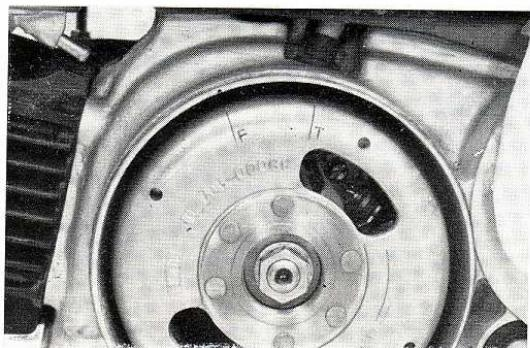

Fig. 42. — REPERE « F » DE LA ROUE VOLANT.
2. Tournez la roue volant contre le sens de la montre et alignez le repère « F » sur l'index se trouvant sur le carter. Si la lampe témoin de réglage s'allume, le réglage de l'allumage est correctement ajusté à 28° avant le point mort haut. (Fig. 42).